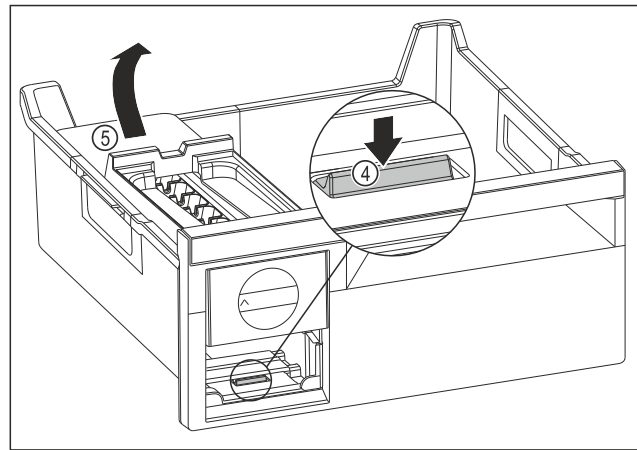

Fig. 78
- ▶ EasyTwist-Ice-corpus wegnemen: Strip Fig. 78 (4) met uw vinger omlaag drukken en gelijktijdig met de andere hand de EasyTwist-Ice-corpus Fig. 78 (5) van achteren optillen.